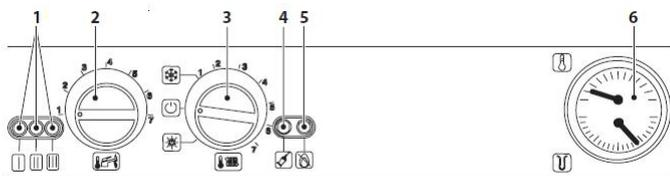
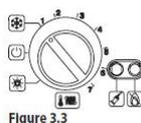
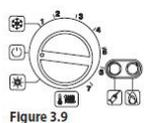
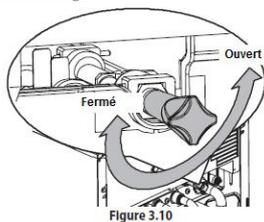

Figure 3.1
Figure 3.3
Figure 3.9
Figure 3.10
| La lampe de signalisation de verrouillage 5 dans la figure 3.1 est allumée. Appuyez sur le bouton de redémarrage 4. | |
• Alimentez électriquement la chaudière en activant l'interrupteur bipolaire installé; le voyant lumineux 1 à la figure 3.1 clignotera brièvement environ toutes les 4 secondes.
• Tournez le sélecteur 3 comme montré à la figure 3.3 ; le voyant lumineux 1 à la figure 3.1 clignotera par intermittence environ toutes les 2 secondes.
• Tournez le sélecteur 3 comme montré à la figure 3.4 ; le voyant lumineux 1 à la figure 3.1 clignotera par intermittence environ toutes les 2 secondes.
Tournez le sélecteur 3 comme indiqué à la fig.3.9 ; le voyant lumineux 1 à la figure 3.1 clignotera brièvement environ toutes les 4 secondes.
Ouvrez le robinet de remplissage comme à la fig.3.10 situé sous la chaudière et en même temps vérifiez la pression du circuit de chauffage sur l'indicateur de pression (fig.3.1). La pression doit être entre 1bar et 1.5bar.
Si la température ambiante est trop élevée, ne pas régler les robinets de radiateur, mais diminuer le réglage de la température de chauffage en utilisant le thermostat d'ambiance ou le bouton de réglage du chauffage 3 (fig.3.1).
Si la chaudière ne fonctionne pas et le voyant lumineux 4 est allumé (fig.3.1), la chaudière est en mode verrouillage de sécurité.